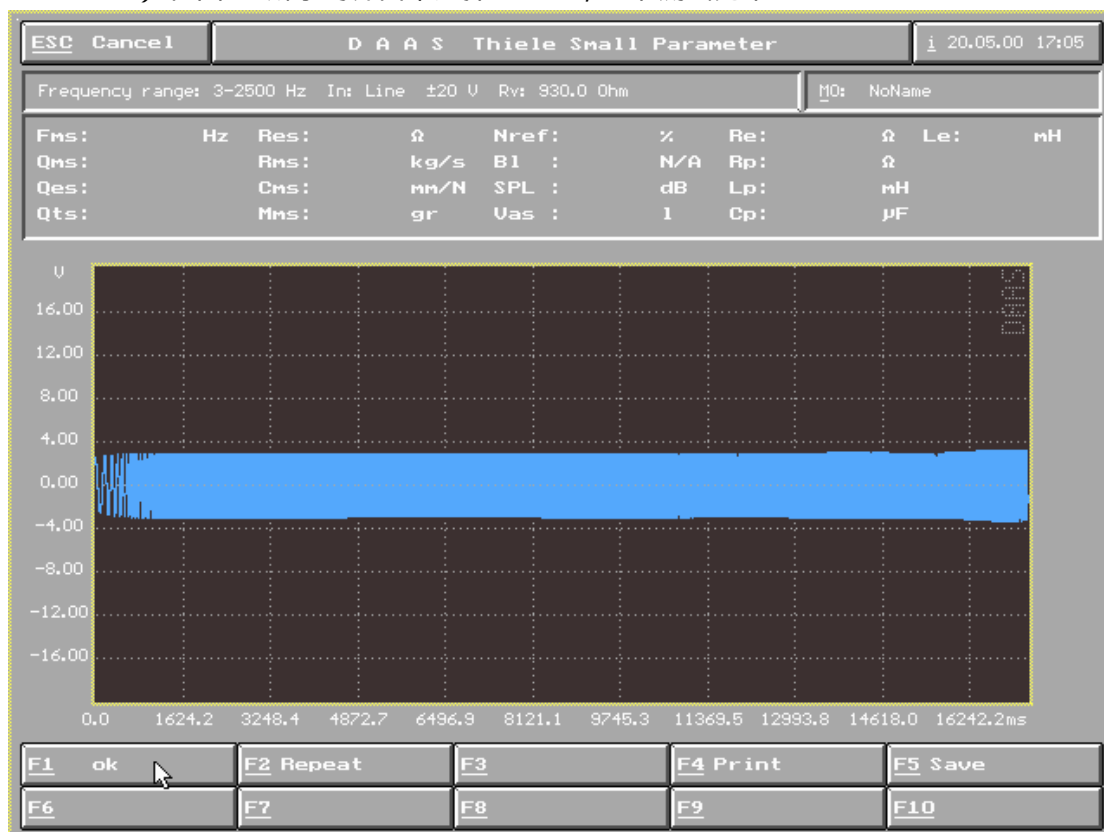

图 25
- 3) 在图 25 所示的界面中选择 F1 OK，基准测试完毕